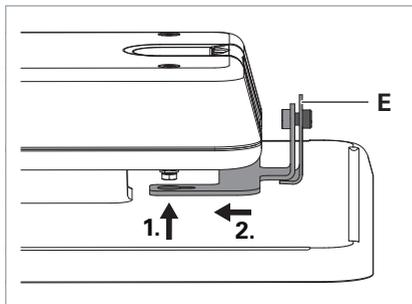

Fig. 10: Steunhoeken aan het armatuur hangen.
- ▶ Hang de steunhoek **E** aan het armatuur, zie Fig. 10.